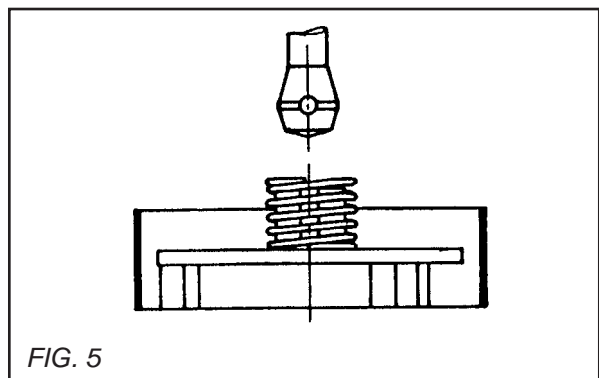

FIG. 5
**Fissaggio di una tavola (Osservare la Fig.5):**